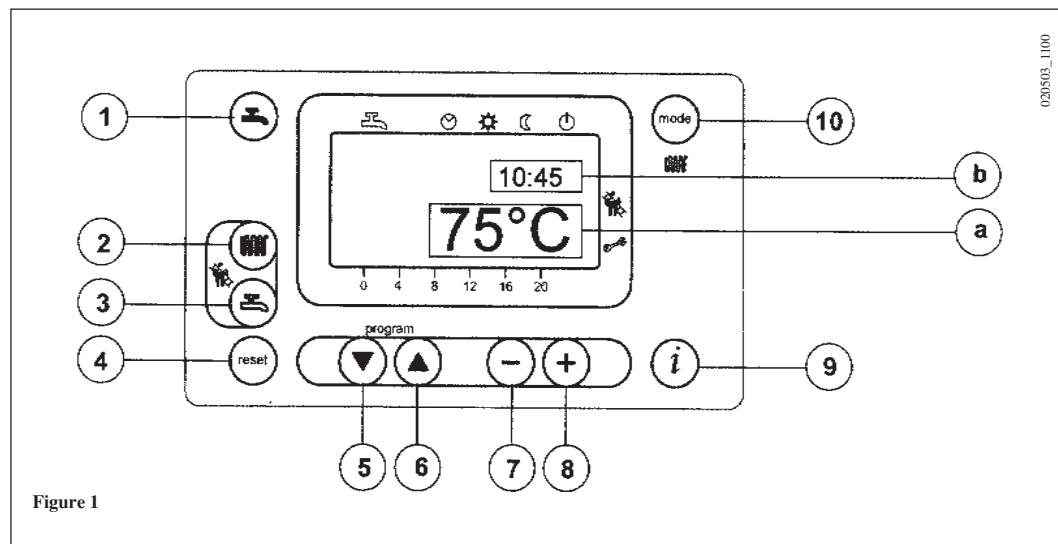

Figure 1
- Appuyer sur la touche  (2- figure1) pour régler la température de l'eau de chauffage;
- Appuyer sur une des deux touches   (1 o 10 - figure1) pour mémoriser et retourner au menu principal.
- N.b** – Avec une sonde externe reliée, à l'aide de la touche  (2 – figure1) il est possible d'effectuer la translation de la courbe de chauffage. Appuyer sur les touches   pour diminuer ou augmenter la température ambiante de la pièce à chauffer.
- Appuyer sur la touche  (3-figure 1) pour régler la température maximum de l'eau en mode sanitaire;